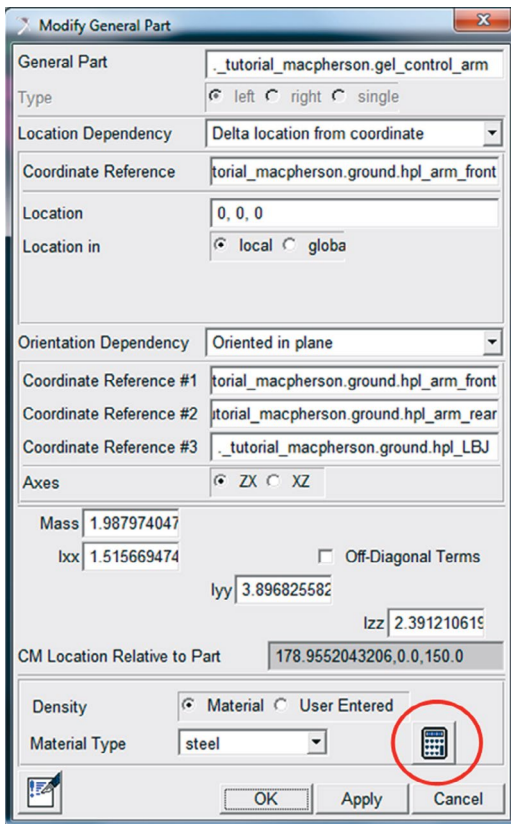

Figura 4.27 – Atualização das propriedades de massa do *General Part* “gel_control_arm”.
- A janela *Modify General Part* será aberta. Para atualização das propriedades de massa, clique no ícone da calculadora, como destacado na Figura 4.27. Após essa ação os dados serão automaticamente recalculados.